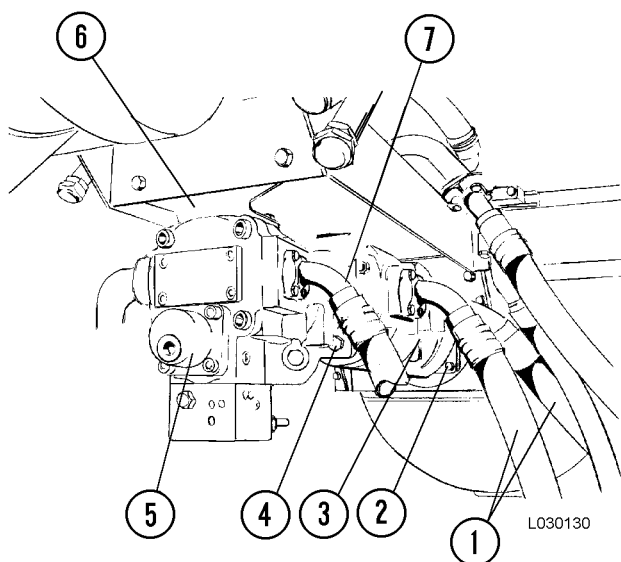

FIGURA 3-2. BOMBA HIDRÁULICA
5. Afloje los tornillos que aseguran las mangueras (1, Figura 3-2) de entrada y salida en la bomba de elevación para drenarla. Luego, desmonte estas mangueras. Tape o cubra todas las líneas y las entradas y salidas de la bomba para evitar su contaminación.
8. Retire los cuatro tornillos (2, Figura 3-2) que aseguran la bomba de elevación al soporte delantero. Retire los seis tornillos que aseguran el soporte (6) al soporte del módulo de la bomba. Desmonte el soporte.
3. Lubrique el eje estriado de la bomba de dirección y alinéelo con el acople (9). Instale la bomba de elevación en la bomba de dirección. Instale los tornillos (10) con arandelas endurecidas y apriételos al torque estándar. Levante las bombas a su posición de instalación.
6. Apriete los tornillos del soporte (6, Figura 3-2) de la bomba de dirección al torque estándar.